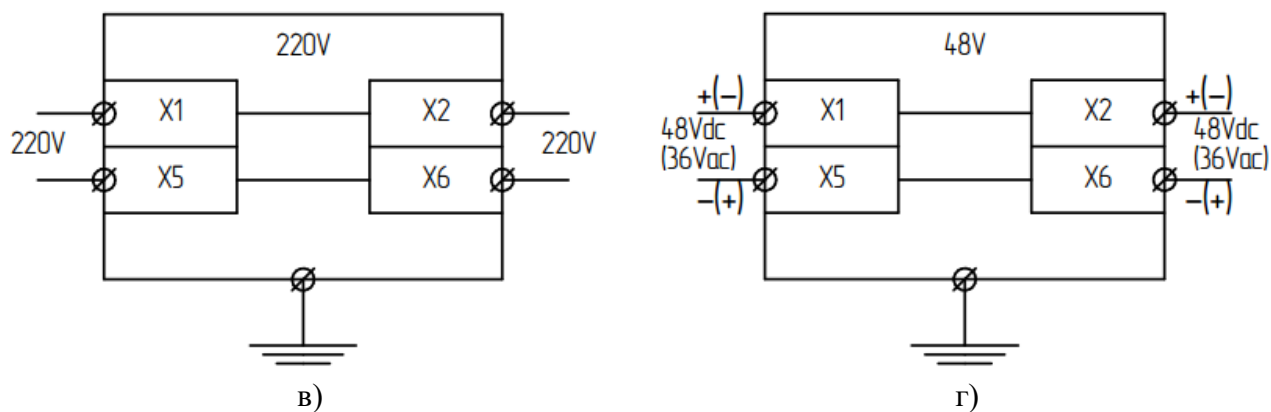

Рис. 2 Схема подключения и расположения монтажных клемм заградительных огней.
тип-А с помощью двух клемм Wago 221-613 (рис.2). При питании постоянным током подключать без учета полярности.
8.2.5 Схема подключения приведена на рис.2. Провода кабеля необходимо разделить на длину 5...7 мм, сечение каждого провода не должно превышать 2,5 мм2 для одиночного исполнения заградительных огней и 6 мм2 для сдвоенного исполнения. Разделанные провода подключить к соответствующим клеммам отжав контакты с помощью специального инструмента или отвёртки. При подключении питания постоянным током полярность не учитывается. Исполнение с номинальным напряжением «48В» допускает питание от источника переменного тока 36В.